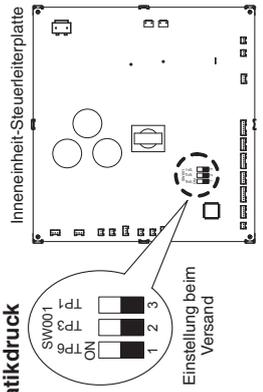

Abb. 10-1
- Den Deckel des Gehäuses der elektrischen Komponenten öffnen und den Ort des Wahlschalters an der Innggerät-Steuerelektrodenplatte ausfindig machen. (Abb. 10-1)
- Die Ein/Aus-Schalter, die sich gegenwärtig in Ein-Stellung (ON) befinden, auf Aus (OFF) stellen.